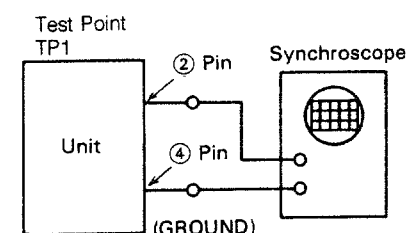

Figure 18-6
- e. Connect an oscilloscope as shown in Fig. 18-6, adjust the variable resistor VR2 (focus balance control) so that the eye pattern available on the oscilloscope becomes the most vivid and biggest.
- e. Das Oszilloskop wie in Abb. 18-6 anschließen und den Regelwiderstand VR2 (Fokusbalancesteller) so einstellen, daß das auf dem Oszilloskop erscheinende Augendiagramm die größte Dimension und Helligkeit aufweist.
- e. Raccorder un oscilloscope de la manière indiquée à la Fig. 18-6, ajuster la résistance variable VR2 (commande d'équilibre de foyer) de manière à ce que la mire à oeil disponible sur l'oscilloscope devienne la plus vivide et la plus grande.